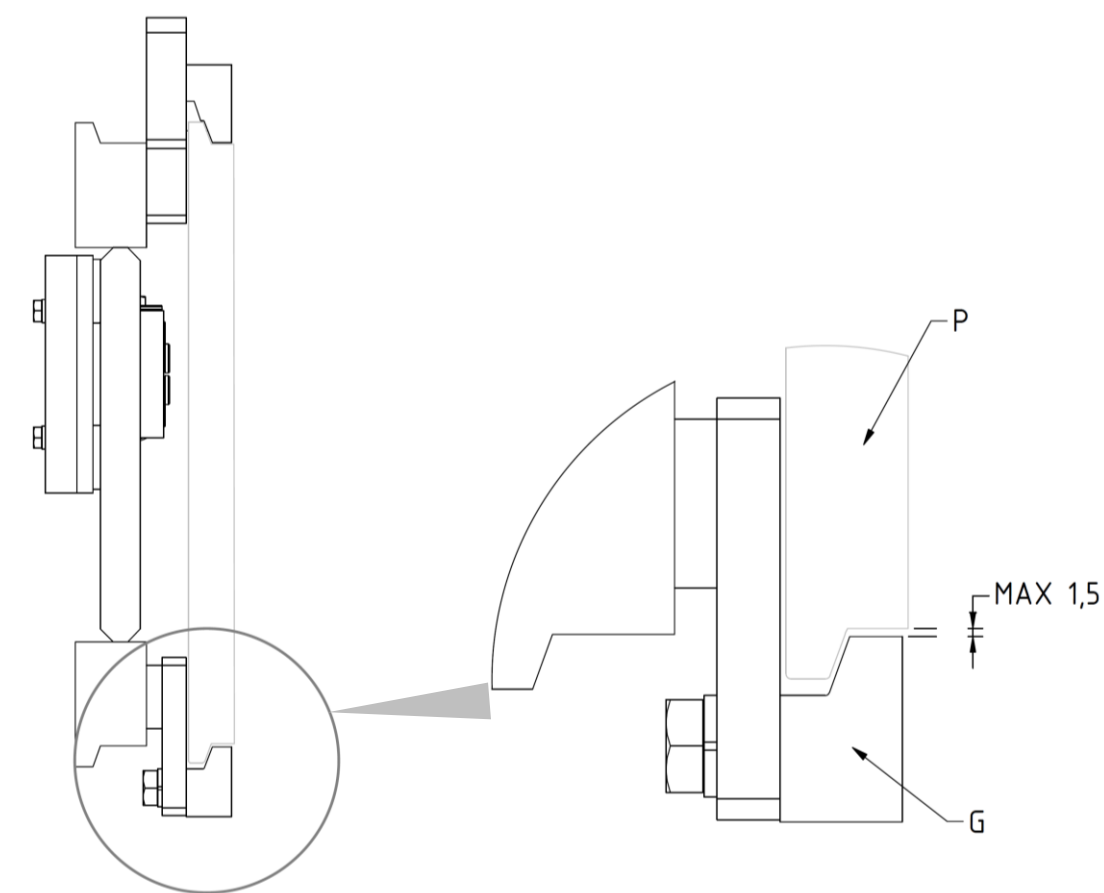

Figura 5
7. Riavvitare i 2 ganci inferiori **G** in modo che il corpo di questi rimanga agganciato anche inferiormente alla piastra porta forche **P** (con gioco max. 1,5mm, vedi *Figura 5*), serrando con coppia di serraggio indicata nella *Tabella 3*.